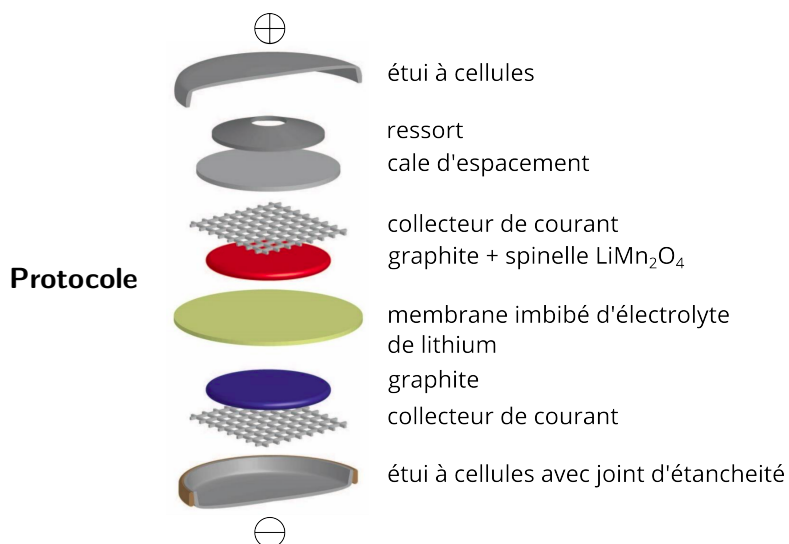

Figure 3 – Décomposition des composantes d'une batterie lithium CR2032
3. Assembler avec précaution l'ensemble des pièces en suivant la Fig. 3 et fermer la cellule.